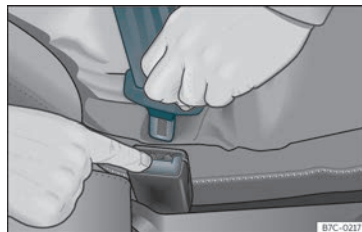

Fig. 14 Soltar a lingueta do peito do cinto.
- Prema a tecla vermella no peche »» **fig. 14**. A lingüeta saltará do peche.